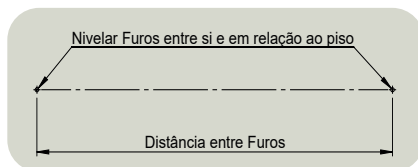

Figura 20 – Marcação dos furos
**2.** Na parede selecionada para a instalação, **MARCAR** com lápis ou caneta a posição dos furos dos pontos de fixação conforme o Modelo do Toalheiro. **UTILIZAR** o nível e a trena para os corretos nivelamento e posicionamento (Figura 20);